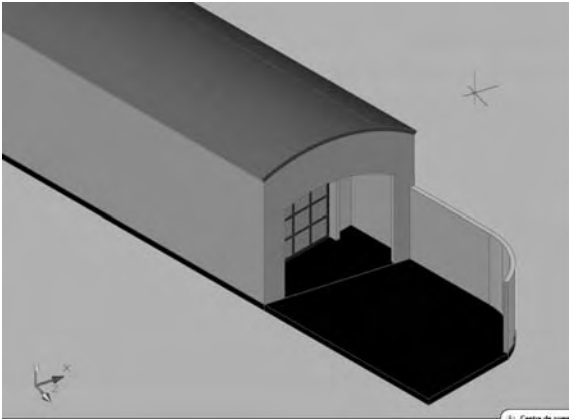

Fig.20.20
- 14 Spécifiez un point sur le côté désiré (fig.20.20). La toiture est ainsi coupée.